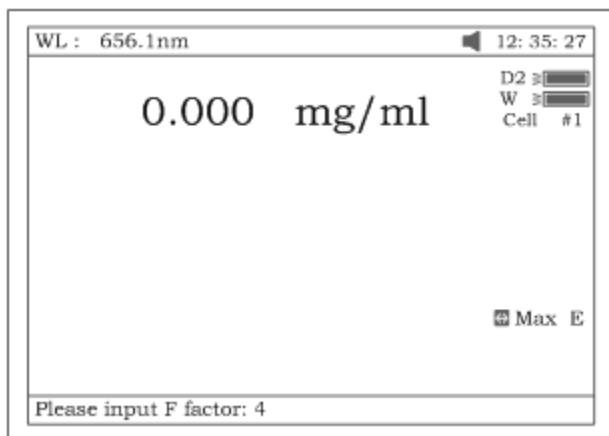

Рис. 23.
- Нажмите на клавишу **[F3]** для ввода известного значения коэффициента пересчёта **F**. Введите значение **F** в нижней (командной) строке экрана (см. рис.23), пользуясь цифровой клавиатурой и курсорными клавишами.